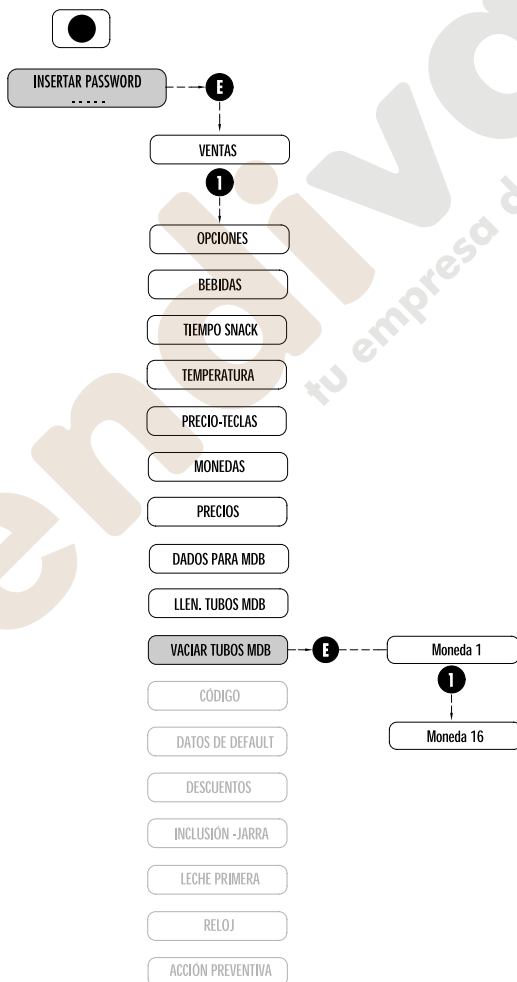

Fig. 7.14
7.2.11 VACIAR TUBOS MDB (Fig. 7.14)